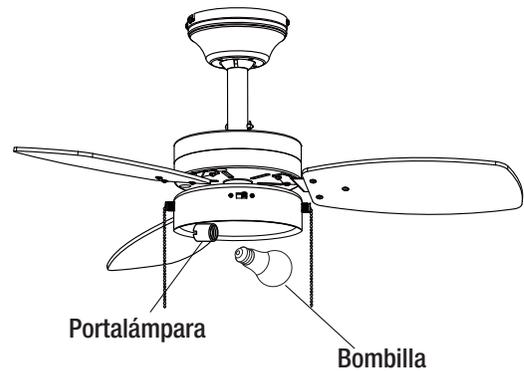

Figura 15
- Coloque una bombilla de luz (9 W máx., LED, base enroscable mediana) al portalámpara (Figura 15).